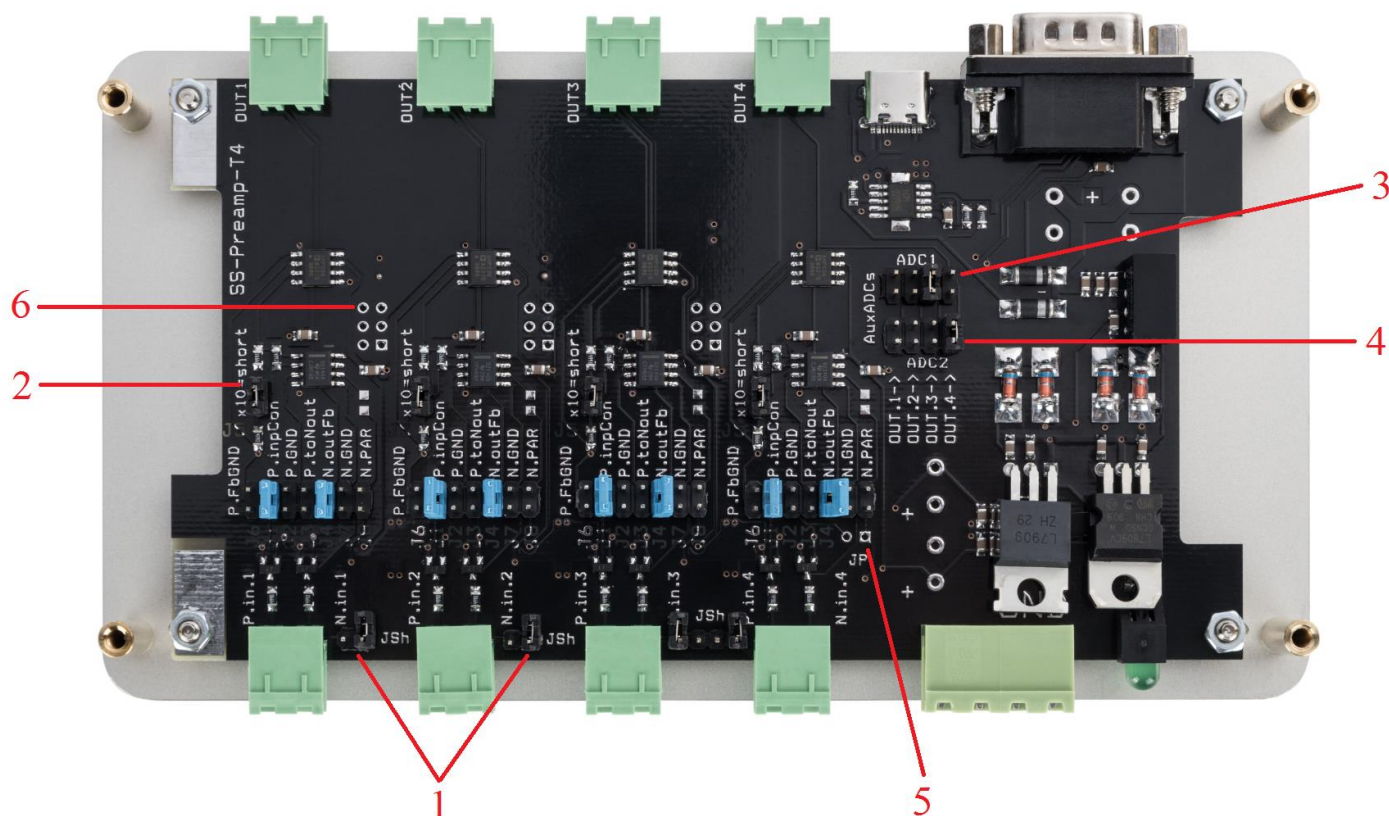

Рис. 4. Основные элементы предусилителя со снятой крышкой:
- 13) Дампер параллельного включения каналов 1-3 (J8). Позволяет соединить выходы «отрицательных» усилителей каналов 1-3 через резисторы на общий выход, который потом можно подать на вход «положительного» усилителя 4-го канала при помощи дампера 5 на рис. 4.